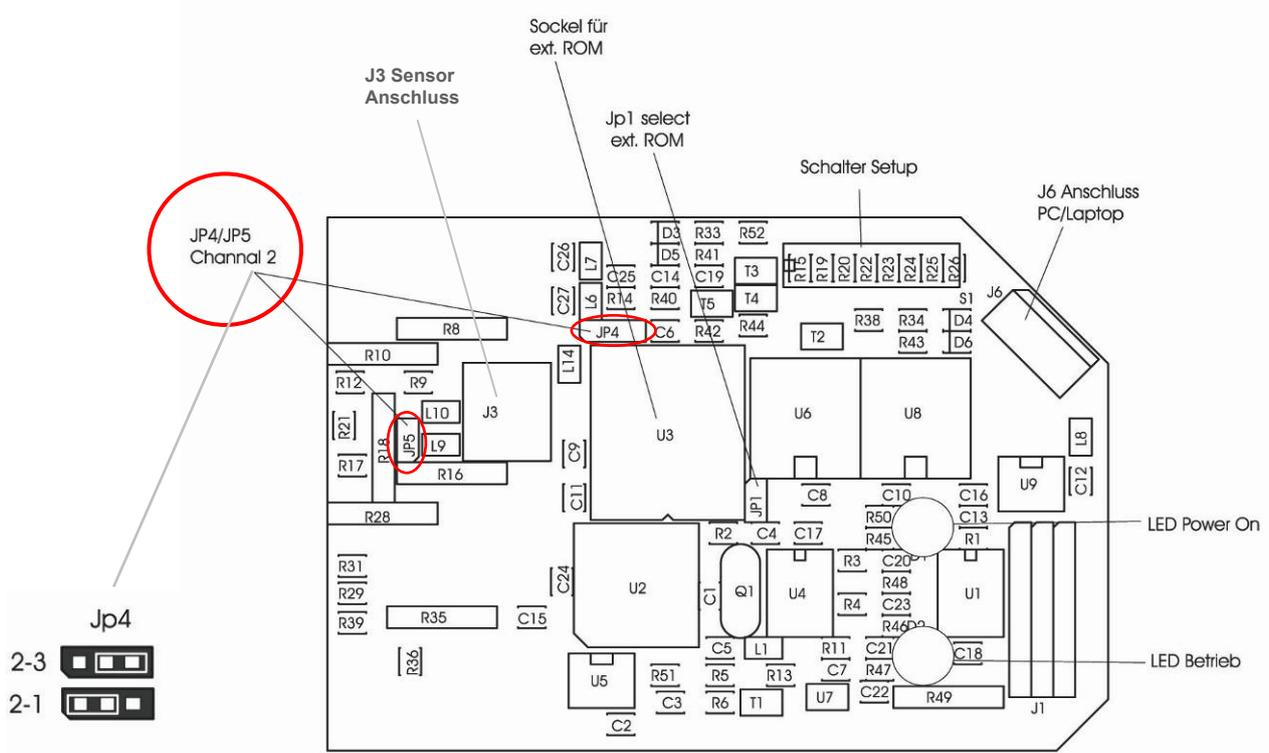

Abbildung 6: REC-1S Steuerplatine
- Die beiden Betriebsarten sowie weitere Einstellungen können über den DIP-Schalter **S1** auf der **REC-1S** Platine (siehe auch Abbildung 6 / Seite 18) vorgenommen werden.
- Mit diesem DIP-Schalter (siehe Abbildung 6 / Seite 18) wird die Schaltlogik des angeschlossenen Sensors festgelegt. Es kann bestimmt werden, ob es sich bei dem Schalter um einen Schließer (im aktiven Zustand Schalter geschlossen) oder Öffner (im aktiven Zustand Schalter geöffnet) handelt. Werkseitig ist der DIP-Schalter auf ON = „0“ Aktiv eingestellt.